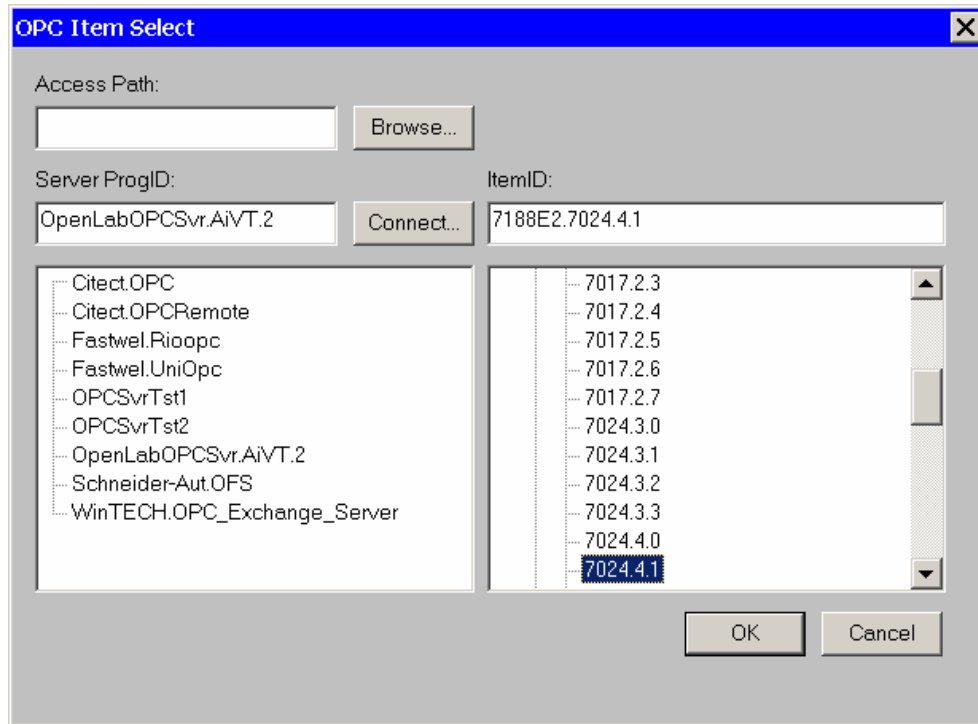
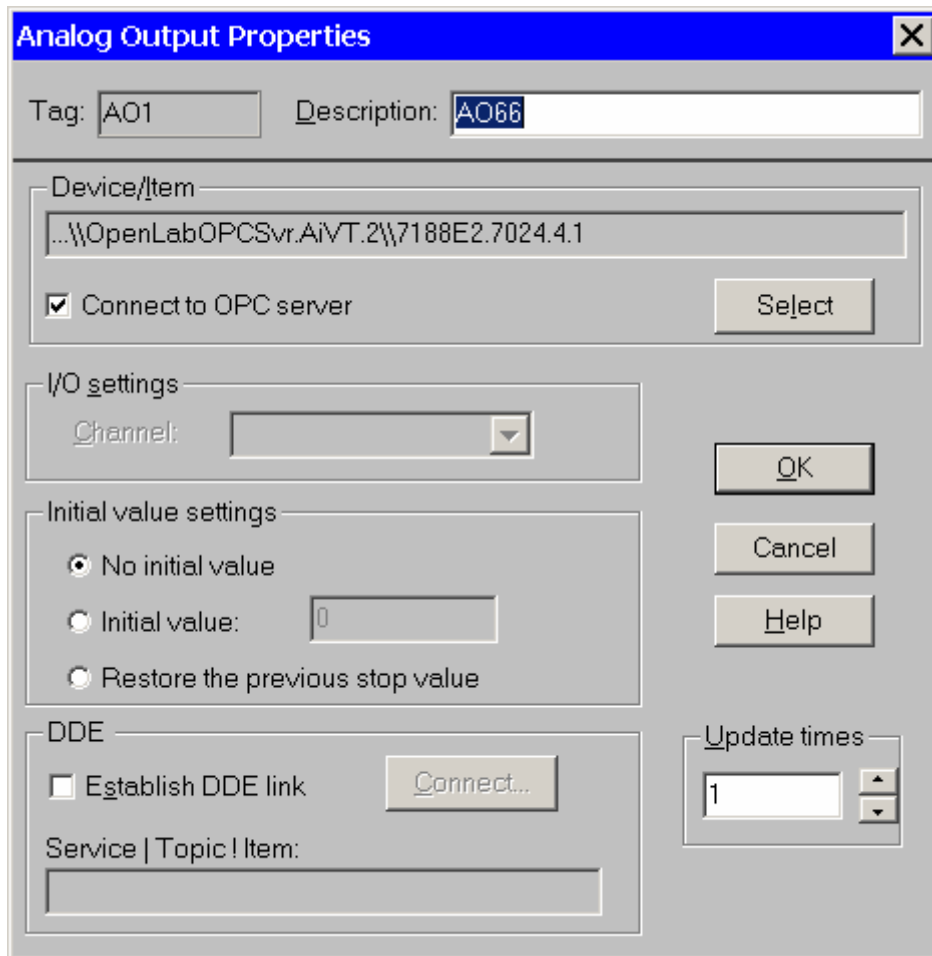

Рис. 5.15. Диалоговое окно выбора параметров OPC-сервера
Рис. 5.16. Диалоговое окно конфигурирования блока аналогового вывода
**OpenLabOPCSrv.AiVT.2** и **7188E2**, выберите **7024.4.1** и нажмите кнопку **ОК** (рис. 5.15). Тем самым, для подключения аналогового сигнала было выбрано гнездо 6 **Внешние цепи** аналогового вычислительного комплекса (АВК) рабочей станции №6 (см. приведенный ранее рис. 5.3). Диалоговое окно конфигурирования блока аналогового ввода приобретает вид, представленный на рис. 5.16. Для сохранения значений параметров блока аналогового ввода нажмите кнопку **ОК**.